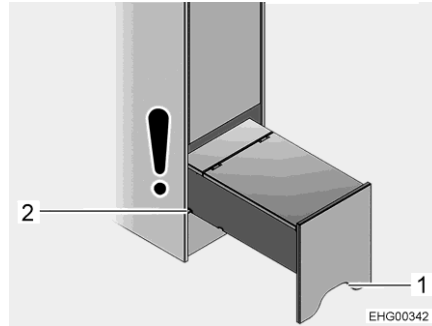

Bild 79 Aufstieghilfe (ganz herausgezogen)
- Aufstieghilfe am Ausschnitt (Bild 79,1) greifen, leicht anheben und bis zur zweiten Nut (Bild 79,2) herausziehen.